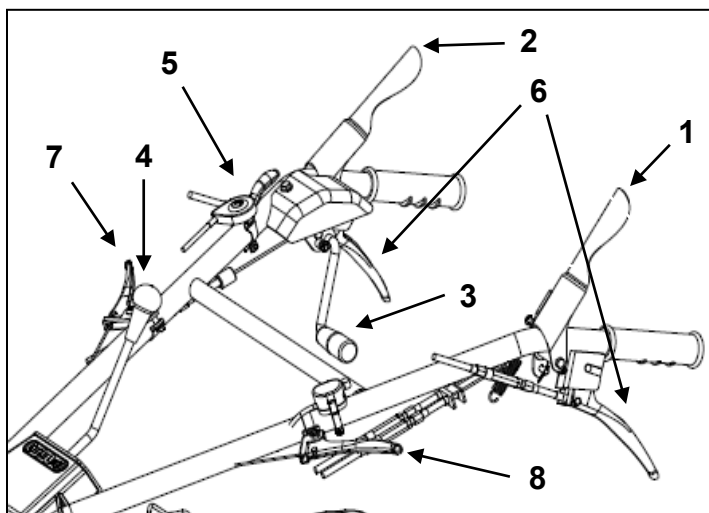

Figure 1
Actionnez le levier (1, Figure 1) vers le guidon pour faire avancer la machine. Relâchez le levier et la machine s'arrête.
Le levier d'embrayage du broyeur fait que le moteur entraîne le broyeur. Actionnez le levier (2, Figure 1) puis soulevez le levier (3, Figure 1) pour faire tourner le broyeur. Relâchez le levier et puis le rotor s'arrête.
Ce levier (4, Figure 1) permet de sélectionner 3 vitesses avant (1, 2, 3), 1 vitesse arrière (A) ou 1 position neutre (N).
Activez le levier de l'accélérateur (5, Figure 1) vers la gauche pour augmenter le régime moteur, poussez le levier de l'accélérateur vers la droite pour réduire le régime du moteur jusqu'au régime ralenti. Toujours utiliser la machine à plein régime.
Les leviers de décrabotage (6, Figure 1) permettent de changer la direction de la machine. Saisissez le levier de droite pour tourner à droite et le levier de gauche pour tourner à gauche. Pour déplacer la machine lorsque le moteur est coupé, saisissez les deux leviers.
Saisissez le levier (7, Figure 1) pour déplacer le guidon de droite à gauche. Et saisissez le levier (8, Figure 1) pour déplacer le guidon de haut en bas.